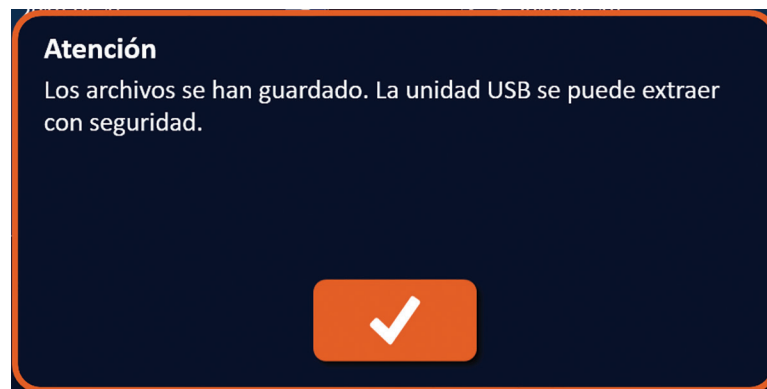

Figura 9.1.4: Ventana emergente de guardado de los archivos de las intervenciones
4. Haga clic en el botón para guardar una copia de los archivos de las intervenciones en el dispositivo de almacenamiento USB y cerrar el cuadro de diálogo Exportar. En cuanto se exporten los archivos, se abrirá una ventana emergente de atención (figura 9.1.4) y podrá extraer el dispositivo de almacenamiento USB de forma segura.